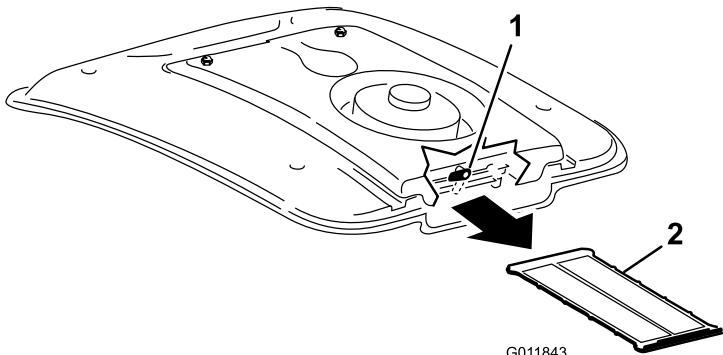

Figure 92
2. À l'arrière du support du ventilateur, tournez le verrou de côté (Figure 92).
3. Glissez le filtre de climatisation hors du serpentin (Figure 92).
4. Nettoyez soigneusement la grille à l'air comprimé (Figure 92).